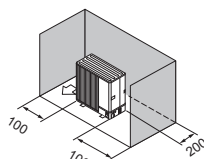

Fig. 2-11
- (3) Ostruzioni o superfici chiuse solo sul retro e sui lati (Fig. 2-11)